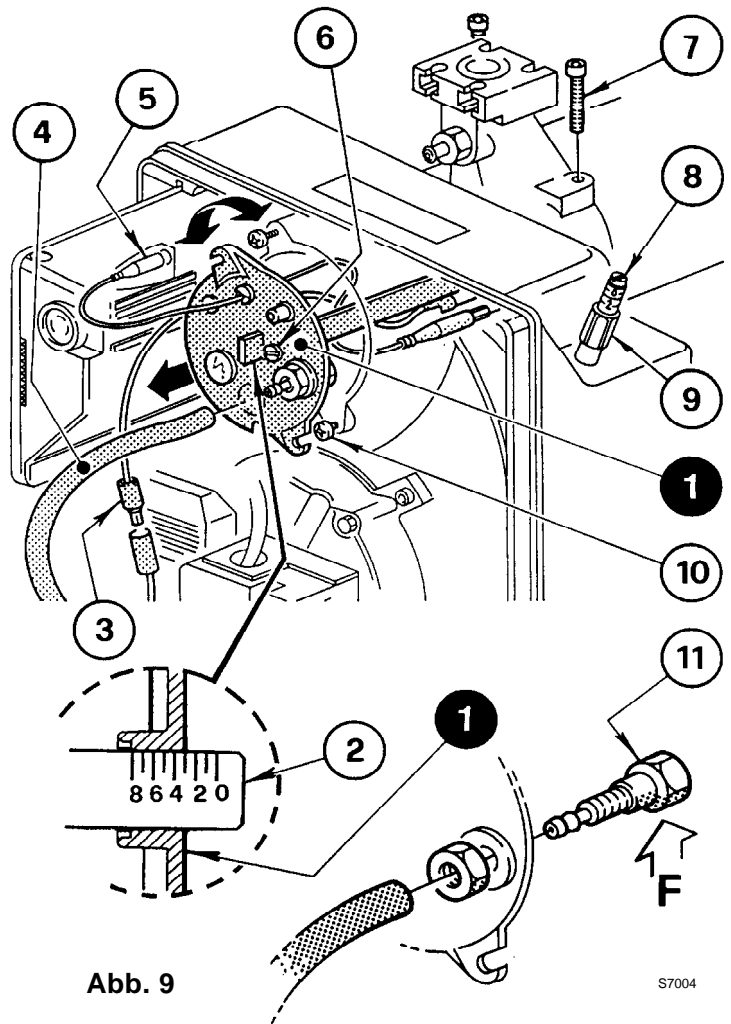

Abb. 9
Sie ist vom Öldurchsatz abhängig und wird ausgeführt, indem man die Einstellschraube (6) im Uhrzeigersinn oder entgegen dem Uhrzeigersinn soweit dreht, bis die auf der Einstellspindel markierte Raste (2) mit der Kante am Kopf (1) (Siehe Abb. 9).
In der Abbildung auf Seite 7, Abb. 9, wird der Kopf für eine Leistung von 110 kW bezüglich auf des Brenners BS3 Typ 913 T1 eingestellt. Die Raste 3 der Einstellspindel stimmt mit der äußeren Fläche überein, wie im Diagramm gezeigt.
#### LUFTKLAPPENEINSTELLUNG (Abb. 9, Seite. 7)